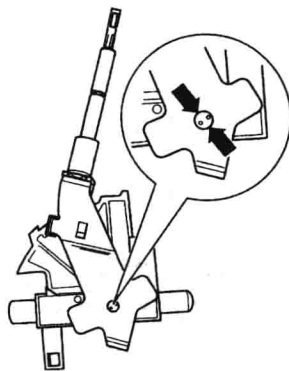

图 1-5 换挡杆
① 安装时把压力弹簧_____安装到拉杆_____上。
② 把带有压力弹簧的拉杆安装到_____上。
③ _____和_____指向行驶方向, 检查一下拉杆是否能在换挡杆的_____上滑动。
(13) 换挡杆, 如图 1-5 所示:
① 拉起拉杆_____, 把带有轻触子-自动变速器弹簧的连杆_____推入换挡杆中。
② 用冲子把换挡杆的_____推入。
③ 作为保险措施, 相对已有的冲压点错位_____打两个新的冲压点。